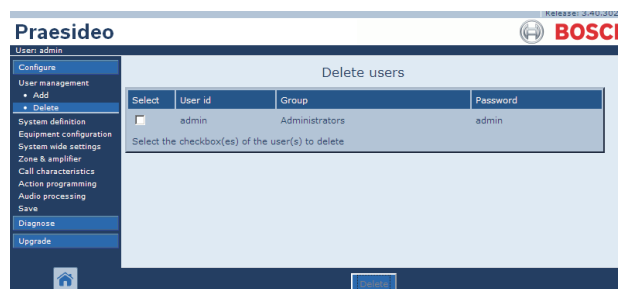

figura 42.7: Eliminar um utilizador, passo 3
- 3 Clique no botão *Delete* para eliminar a conta. Aparece um ecrã semelhante ao da figura 42.7 na moldura principal da interface da Web. Este ecrã já não inclui a conta eliminada.